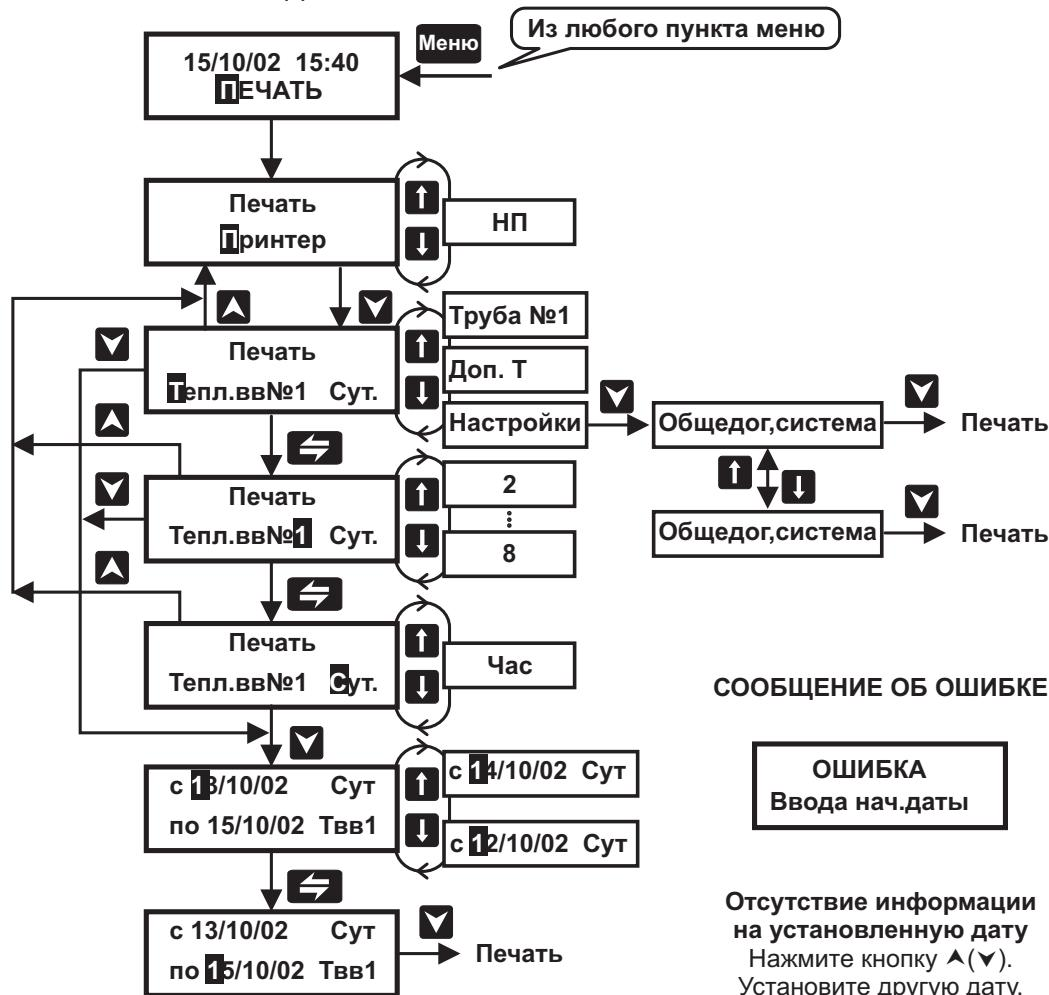

Рисунок 24 – Порядок выполнения действий по снятию информации на ВУ
2. Установить кнопками **↑** или **↓** пункт меню 1-ого уровня **ПЕЧАТЬ** (рисунок 24);